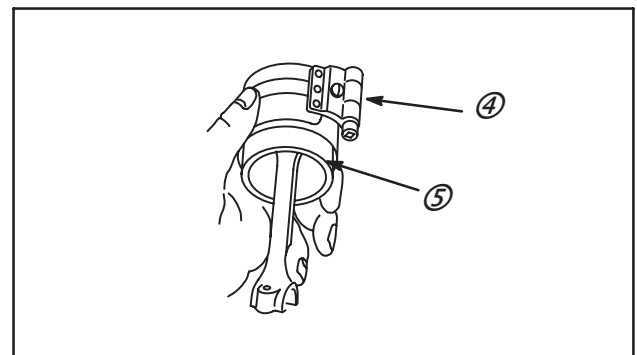

Fig. 12
2. Insérer le piston (5) dans le compresseur de segments de piston (4), Fig. 12. Utiliser le compresseur **Réf. : 19070** (Modèles 60000 à 130000) ou **19230** (Modèles 170000 et supérieur).